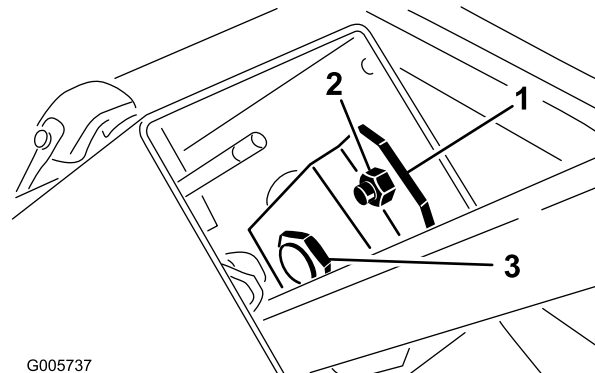

Figura 75
2. Desaperte a porca pequena, rode o apoio da articulação até este estar bem apertado (Figura 75). Aperte novamente a porca pequena.
1. Retire o botão do travão de estacionamento e os parafusos auto-roscentes da cobertura da coluna da direcção. Deslize a cobertura para cima de modo a expor o apoio de articulação (Figura 75).